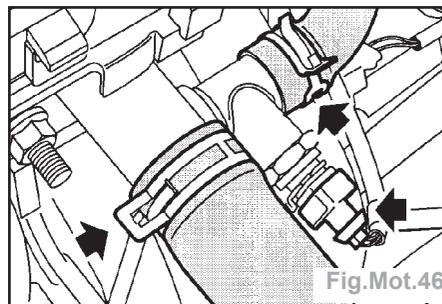

Fig.Mot.46
- Desserrer les deux colliers (flèches) et débrancher les durits du coude de liquide de refroidissement (Fig.Mot.46).